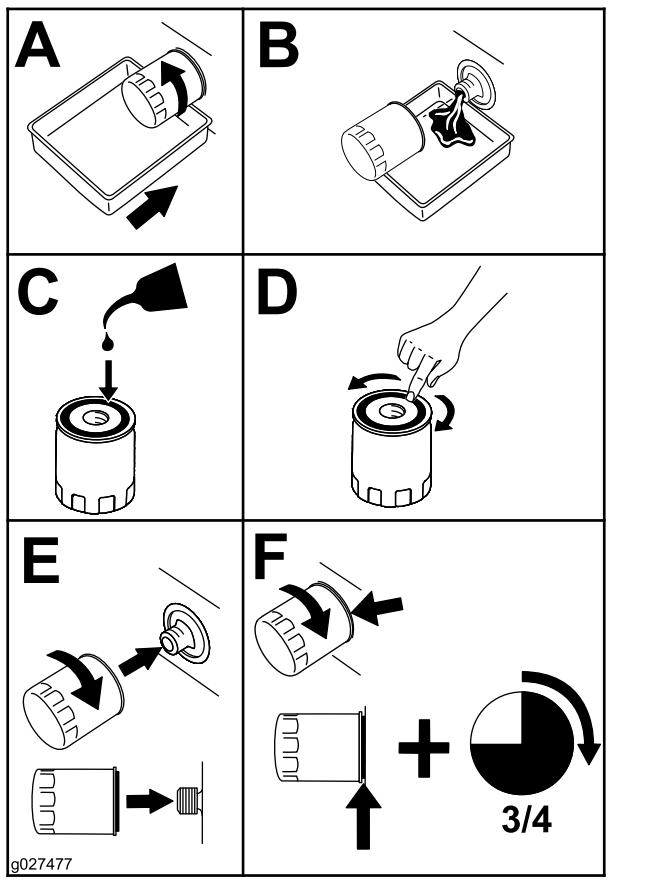

Figura 68
5. Sustituya el filtro de aceite del motor (Figura 68).